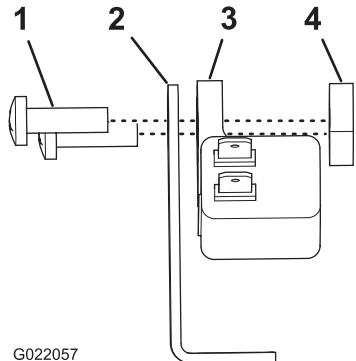

Figura 3
1. Alinee el soporte del interruptor con el interruptor de 2 pines, con los pines del interruptor hacia arriba, y la pestaña corta del soporte sobre el cuerpo del interruptor (Figura 3).
2. Alinee el soporte con el interruptor a través de los taladros de la pestaña larga del soporte y los taladros de la pestaña del interruptor (Figura 3).
3. Sujete el interruptor al soporte con los 2 tornillos y una placa roscada (Figura 3).